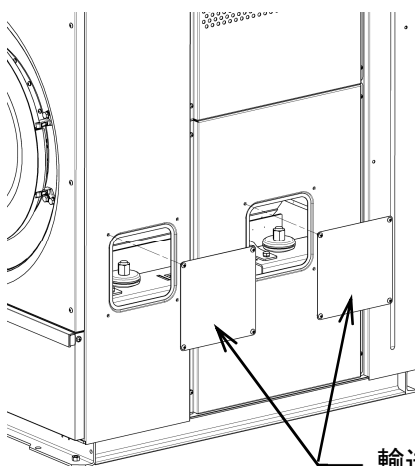

図 4-6
1) 輸送止め取外し用カバーを外します。(左右側面:計4ヶ所)(図4-6)